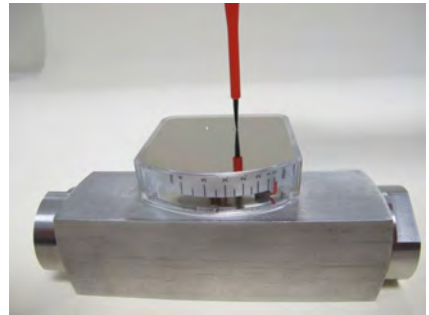

Abb. 67
25. ▶ Befestigungsschrauben der Anzeige-Deckelplatte einschrauben und festziehen (Abb. 67), dabei Schrauben-Anziehdrehmoment (*☞ Kapitel 11.1 „Anziehdrehmomente“ auf Seite 84*) beachten